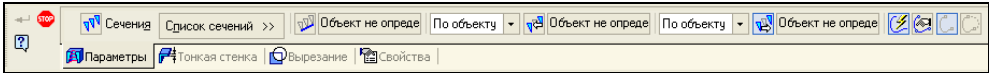

Рис. 44.1. Панель свойств: Вырезать элемент по сечениям
- ◆ на панели инструментов **Редактирование детали** нажмите кнопку **Вырезать выдавливанием** и в выпадающем меню нажмите кнопку **Вырезать по сечениям**. Панель свойств: **Вырезать элемент по сечениям** (рис. 44.1) имеет четыре вкладки: **Параметры**, **Тонкая стенка**, **Вырезание** и **Свойства**. Элементы управления вкладки **Параметры** представлены в табл. 44.1;